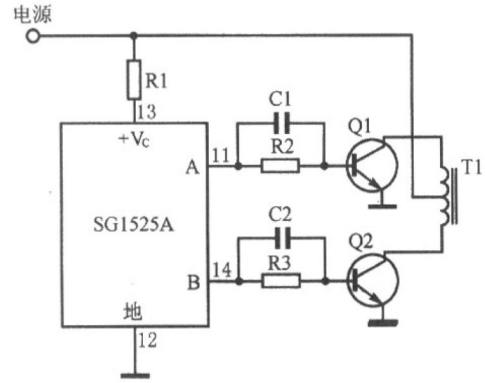

图 12
- 在传统推挽式双极性电源设计中，正向基极驱动由 R₁—R₃ 控制。功率器件的快速关断时间由加速电容 C₁ 和 C₂ 决定，见图 12。